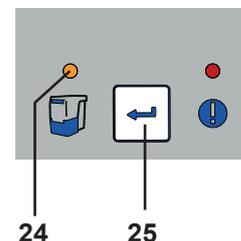

Bild 11
- ◆ Indikator Töm dammlåda (24) slocknar.
**Om dammlådan inte töms förblir indikatorn på dammlådan (24, bild 11) tänd. När apparaten har stängts av och slås på igen indikerar tre ljudsignaler tömning av dammlådan.**